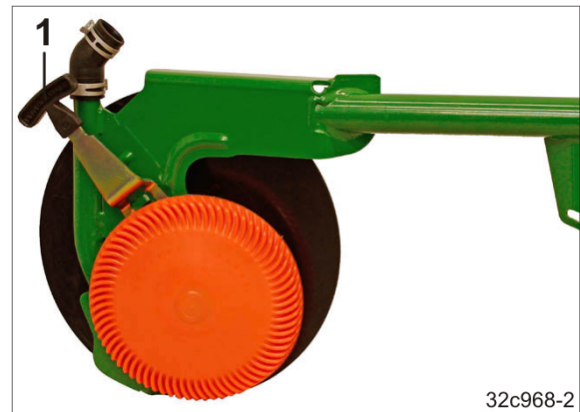

Fig. 179
1. Den Griff (Fig. 179/1) in die gewünschte Position einrasten.